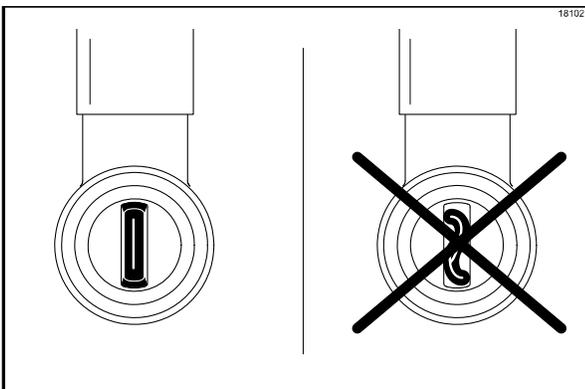

图 71
18. 检查鸭嘴阀是否已正确地安装在糖浆鼻形管接头内。鸭嘴阀的尖端**必须平滑**以便密封糖浆管。（见图 71。）